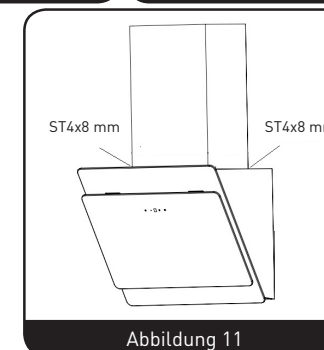

Abbildung 11
8. Befestigen Sie zum Abschluss die untere Esse mit zwei ST4x8 mm Schrauben an der Abzugshaube. (Abbildung 11)